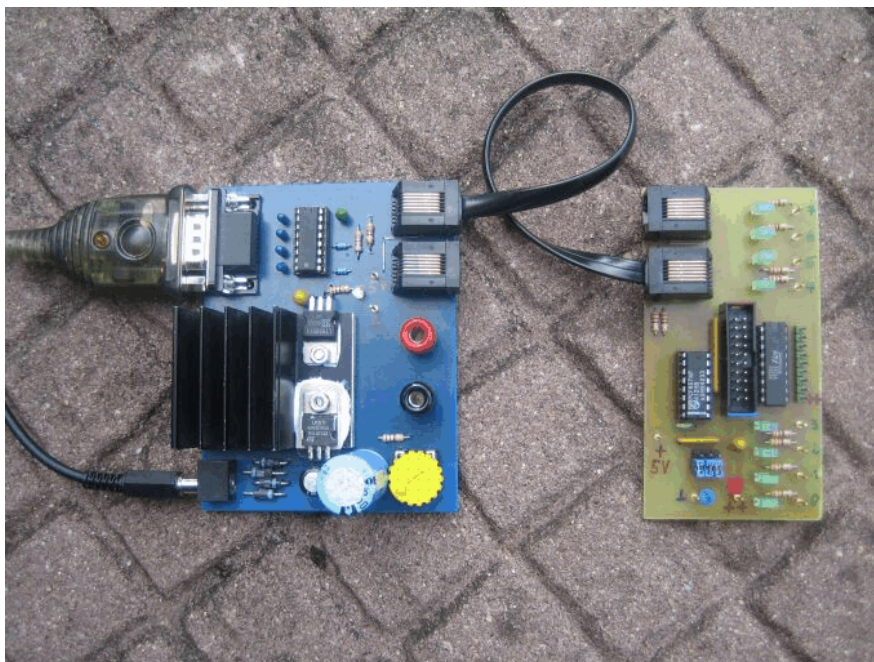

Abb. 5: Master (links) und Slave (rechts)
- 1.1 Schließen Sie die Interfaceplatine an das Netzgerät an, verbinden Sie diese Platine einerseits über das serielle Kabel mit der COM-Schnittstelle des Rechners und über das I2C-Kabel mit der Universalplatine (s. Abb. 5)